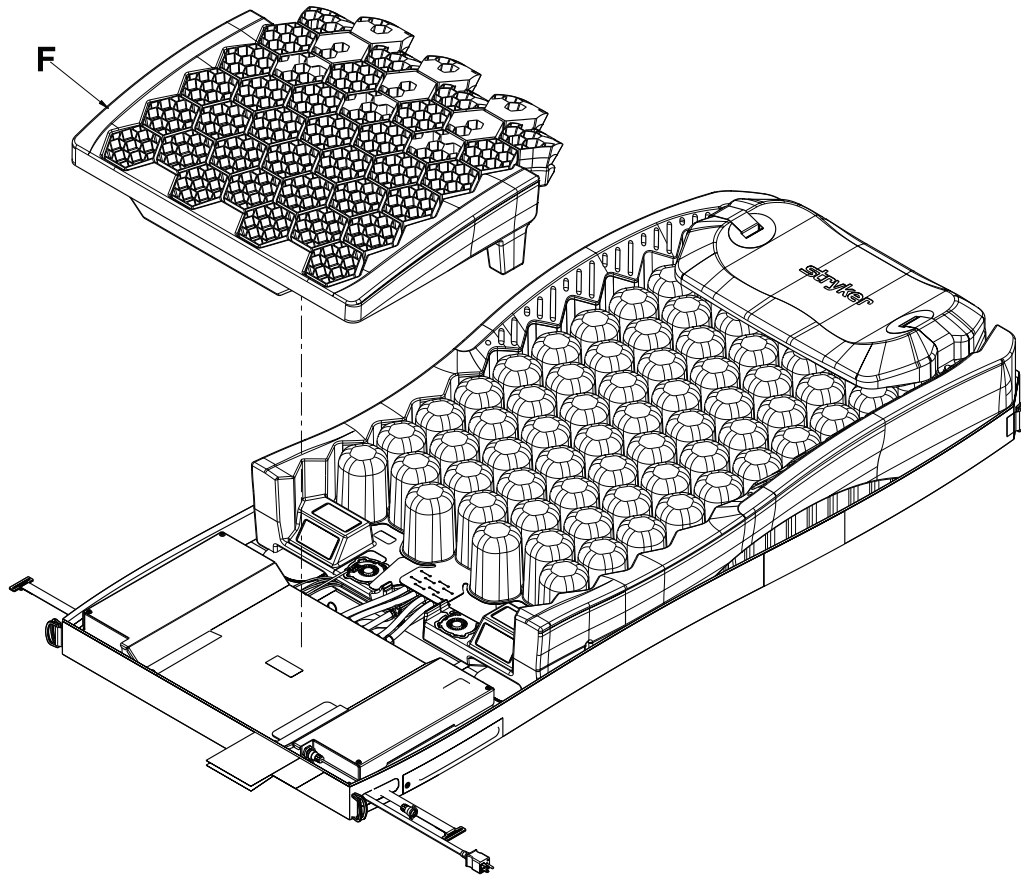

Figure 2-32 : Matelas en gel
3. Retirer le matelas en gel côté pieds (F) (Figure 2-32 à la page 2-58). Conserver le matelas en gel.